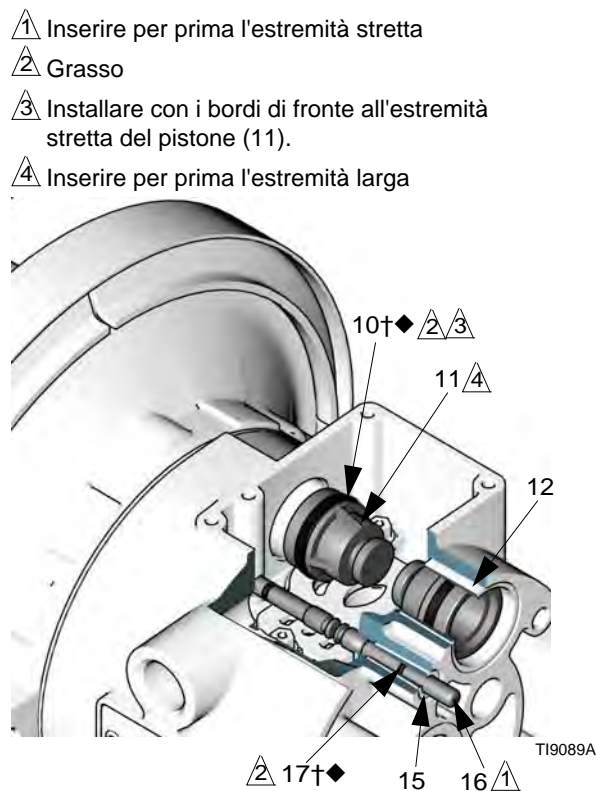

FIG. 7
4. Estrarre i due pistoni degli attuatori (11) al di fuori dei cuscinetti (12). Rimuovere i premiguarnizioni a U (10) dai pistoni. Estrarre gli spinotti guida (16) dai cuscinetti (15). Rimuovere gli anelli di tenuta (17) dagli spinotti guida. Fare riferimento alla FIG. 7.
6. Verificare che i cuscinetti (12, 15) siano in posizione. Fare riferimento alla FIG. 7. I cuscinetti sono rastremati e, se danneggiati, vanno rimossi dall'esterno. Questo richiede lo smontaggio della sezione con il fluido. Vedere pagina 26.
4. Installare un anello di tenuta (17†◆) su ciascuno spinotto guida (16). Ingrassare gli spinotti e gli anelli di tenuta. Inserire gli spinotti nei cuscinetti (15), con il lato **stretto** prima. Fare riferimento alla FIG. 7.
5. Installare una guarnizione a U (10†◆) su ciascun pistone degli attuatori (11), in modo che i bordi della guarnizione si trovino di fronte alla parte **ristretta** dei pistoni. Fare riferimento alla FIG. 7.
6. Lubrificare le guarnizioni a U (10†◆) e i pistoni degli attuatori (11). Inserire i pistoni dell'attuatore nei cuscinetti (12), con il lato **largo** prima. Lasciare il lato stretto dei pistoni visibile. Fare riferimento alla FIG. 7.